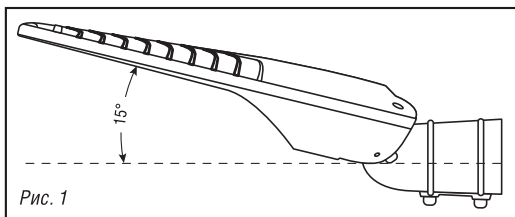
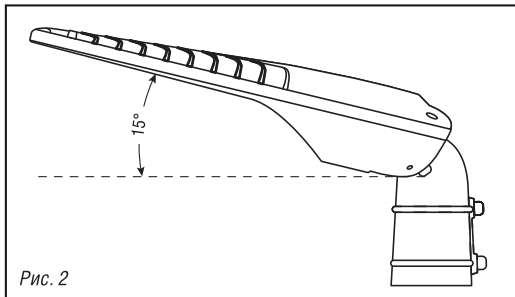

Рис. 1
Рис. 2
- Выберите подходящий тип установки светильника: на наклонную (Рис. 1) или на вертикальную опору (Рис. 2).